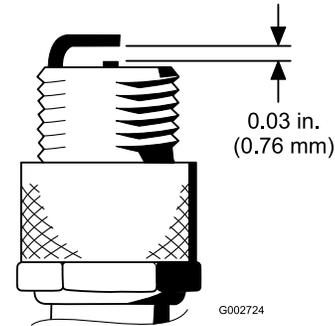

Bild 30
4. Stellen Sie den Elektrodenabstand zwischen der mittleren und der Seitenelektrode auf 0,76 mm ein (Bild 30). Setzen Sie eine Zündkerze mit korrektem Elektrodenabstand und der Dichtung ein und ziehen sie mit 23 N·m an. Wenn Sie keinen Drehmomentschlüssel benutzen, ziehen Sie die Kerze fest an.